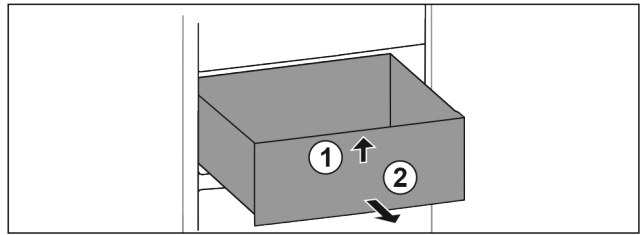

Fig. 120
- ▶ Lade aan de voorkant optillen. Fig. 120 (1)
- ▶ Lade naar voren toe verwijderen. Fig. 120 (2)